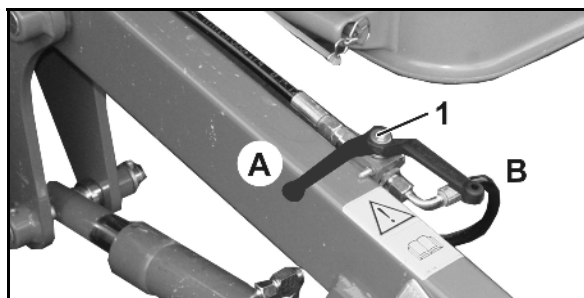

Рис. 103
2. Откройте запорный кран "Высота выравнивателя" (Рис. 103/1) (B).
- Держите шаровой кран (Рис. 103/1) в положении **В**,